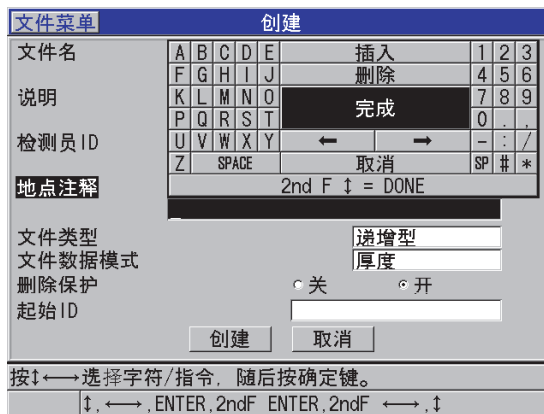

图 11-4 递增型数据文件类型的创建屏幕
2. 在**创建**屏幕中（参见第 173 页的图 11-4）：